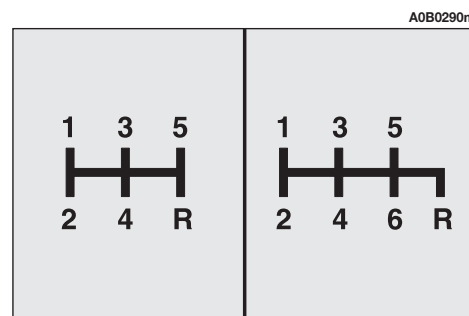

fig. 123
**GEARSHIFT LEVER (fig. 123)**